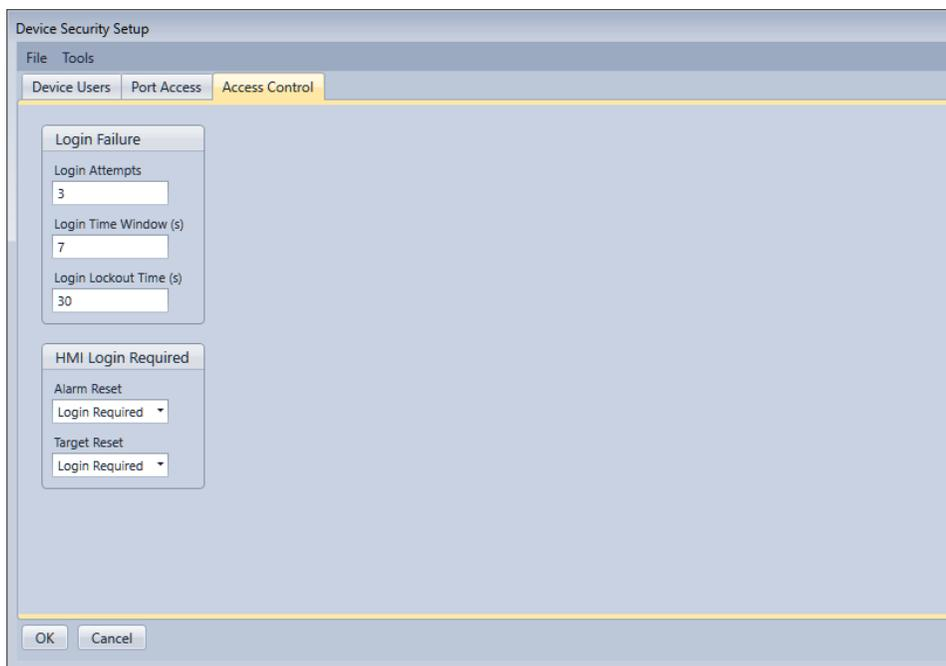

图 9-3. 访问控制界面
BESTCOMSPPlus访问控制页面如图9-3所示。
1. 选择访问控制选项卡。见图 9-3。